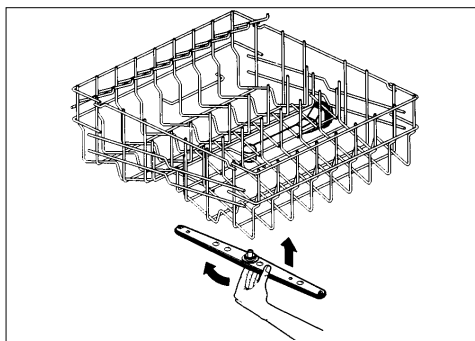

Abb. 9
- Nehmen Sie den oberen Sprüharm heraus, indem Sie ihn mit einer Drehbewegung senkrecht nach unten ziehen (siehe Abb. 9).